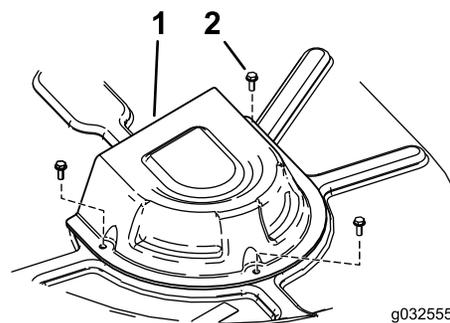

Figura 53
4. En máquinas con carcasa de 107 cm, retire las cubiertas de las poleas (Figura 53).